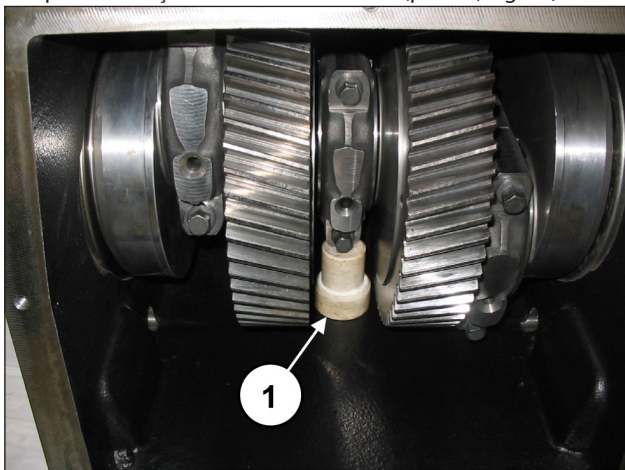

Fig. 13
Insira uma espessura sob o fuste da biela central para bloquear a rotação do eixo de manivela (pos. ①, Fig. 13).